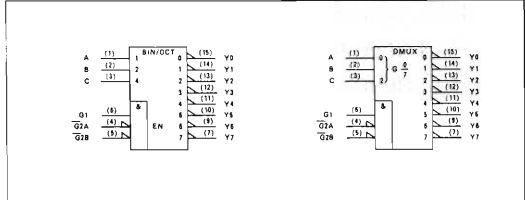

figura 4 - Toshiba America Inc. Logic TC74HC serie 1988.
a) di utilizzarla come un "quadro di commutazione", per spegnere o accendere direttamente da pc un elevato numero di utilizzatori. A tale proposito, se collegherete le varie porte a degli integrati tipo il 74HC138 (3 to 8 line-decoder), che da 3 ingressi opportunamente combinati dà ben 8 uscite selezionabili (vedi figura 4 e 5), le porte disponibili saranno allora davvero numerose. Altra possibilità è: